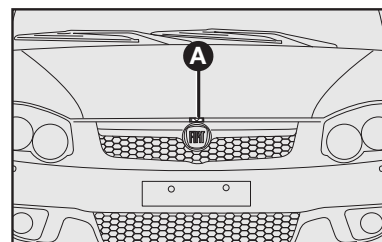

fig. 109
- 2) Mover a trava localizada sob o capô para cima **A**—fig. 109.